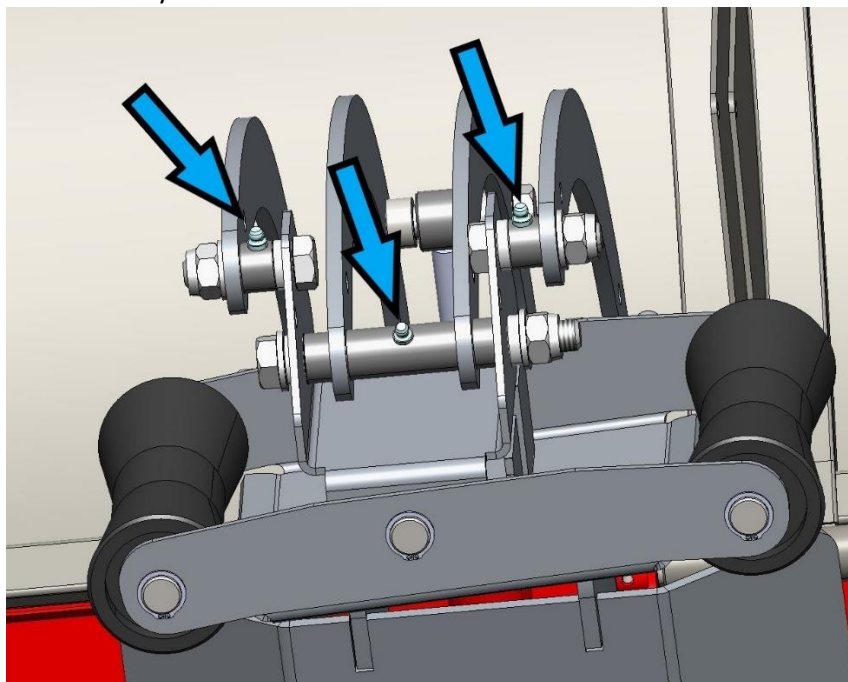

Bild 47.
7. Vedgedens nipplar (3 st. på bild 47).